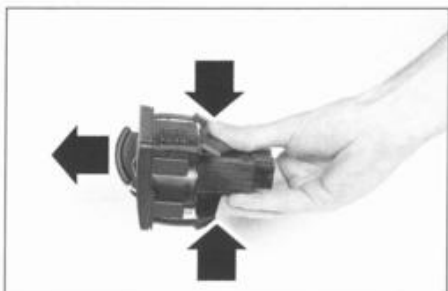

FIG. 42
- el mando de iluminación (fig. 42).